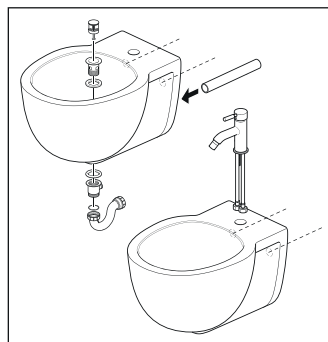

Рис. 6 / Сур. 6
6. Прикрепите сифон, выпускное колено, сливную трубу и смеситель / кран к биде. Включите подачу воды (рис. 6).